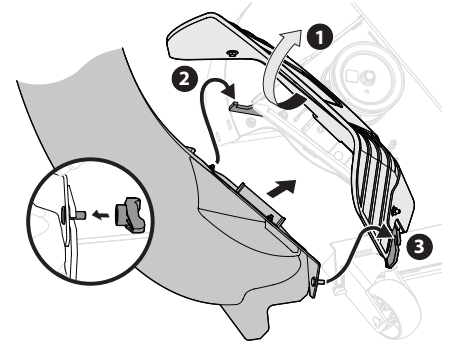

Figura 19
1. Con los canales de descarga exterior e interior del tractor elevados y abiertos (1), instale el conjunto del maletero (819-011300) ubicando el orificio del soporte del conjunto del maletero en la lengüeta que está en la parte superior derecha trasera de la plataforma (2), como se indica en la Figura 19.
2. Gire el conjunto del maletero hacia adelante, deslizando debajo de los canales de descarga elevados en el Paso 2, hasta que el pasador del soporte del conjunto del maletero quede alineado con las ranuras de la plataforma. Consulte el punto (3) en la Figura 19.
3. Sujete el conjunto del maletero a la plataforma de corte usando la perilla de aletas (720-04122) del paquete de herrajes 689-02619. Consulte el recuadro de la Figura 19.